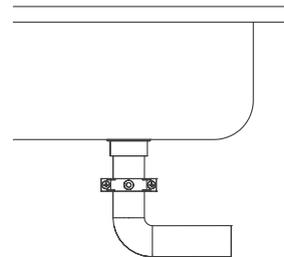

Рис. 6
2. Место установки – на вертикальной части трубы до первого изгиба сифона. Рис.6